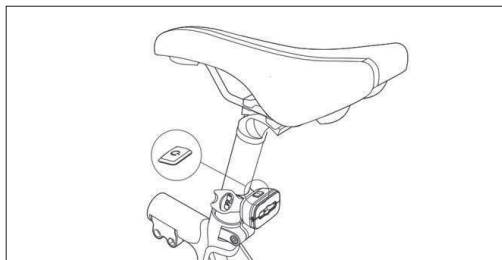

Figura 9-2
- Monta il fanale posteriore sul tubo della sella, come mostrato in [Figura 9-2].